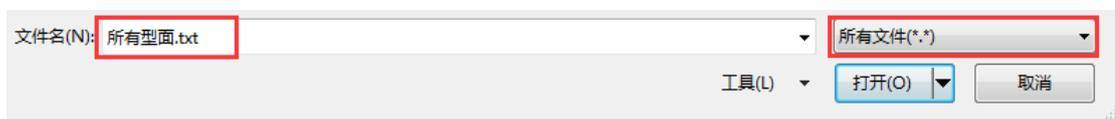

图 017-6 用 excel 打开文本文件
4、新建一个 Excel 表格，选择文件-打开（或：数据-自文本），导入文本，如图 017-6；